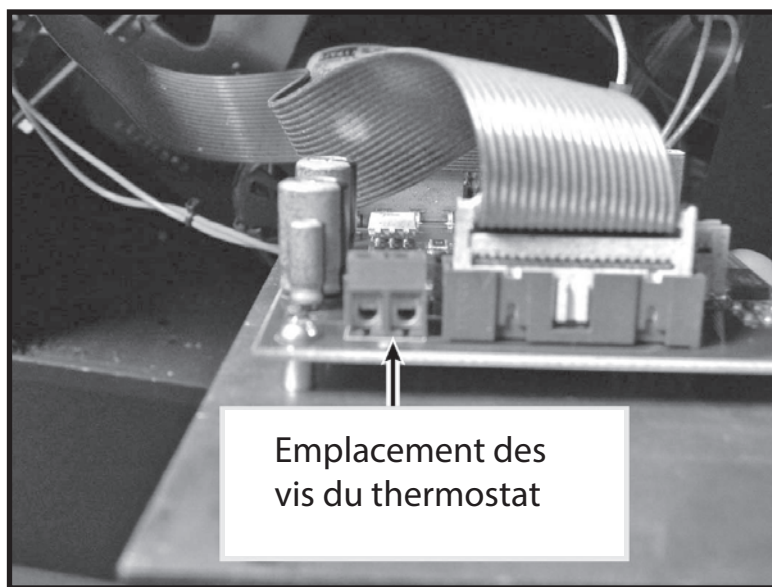

Figure 15: Emplacement des vis du thermostat.
2. Repérer le bloc de filage du terminal à deux vis dans le haut du circuit (Figure 15) et dévisser le bloc. Brancher un des fils du thermostat dans une ouverture et serrer la vis. Faire de même pour l'autre fil.